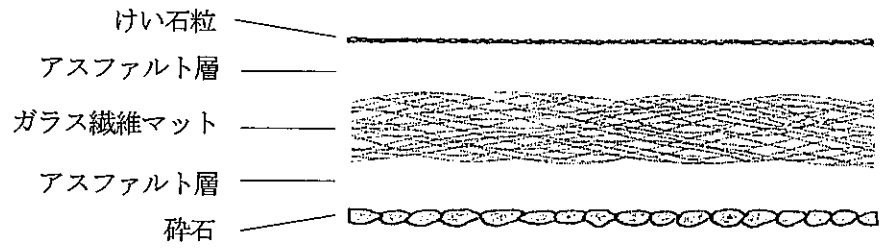

図4 ガラスマット基材部分接着用ルーフィングの断面構成
防湿層	<p>有機質量 4201.5g/m² 以下、または防湿層なし (内部結露の問題のない場合)</p> <p>防湿材：以下の(1)~(3)のうち、いずれか一仕様または防湿材なし</p> <p>(1) ガラスマット基材部分接着用ルーフィング： 厚さ 2.0~2.5mm、質量 2000~2500g/m² (有機質量 1201.5g/m² 以下) けい石粒：平均粒径 0.15mm、質量 250~350g/m² アスファルト層：質量 1000~1590g/m² (2層合計) 炭酸カルシウム：アスファルト=25 (±8) :75 (±8) ガラス繊維マット：質量 60g/m² (アクリル系バインダー15質量%含む) 砕石：平均粒径 0.85~1.20mm、質量 300~500g/m²</p> <p>・ガラスマット基材部分接着用ルーフィングの断面構成を図4に示す。</p> <p>(2) アスファルトルーフィング (JIS A 6005)： 厚さ 1.0~2.0mm、質量 1500g/m² (有機質量 900~1100g/m²)</p> <p>(3) 粘着層付き改質アスファルトルーフィング： 厚さ 0.3~1.5mm 質量 500~1200g/m² (有機質量 500~1200g/m²) フィルム層 (PET または PP)：厚さ 50 μm、質量 70g/m² 粘着層 (改質アスファルト系)：質量 430~1130g/m² (2層合計)</p> <p>防湿層接着剤 (防湿材の下面)： 以下の(1)、(2)のうち、いずれか一仕様または接着層なし (防湿材(3)を用いる場合及び防湿材なしの場合) とする。</p> <p>(1) 改質アスファルト：固形量 500~1500g/m² (2) 防水工事用アスファルト：固形量 500~1500g/m² (引火点 280~350℃ (JIS K 2207 による))</p>